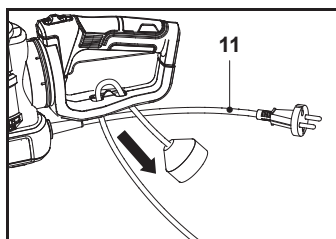

Fig. 3
2. Con el cable alargador colocado sobre la sujeción (12), tire del cable de alimentación (11) con cuidado hasta confirmar que queda bien sujeto (Fig. 3).